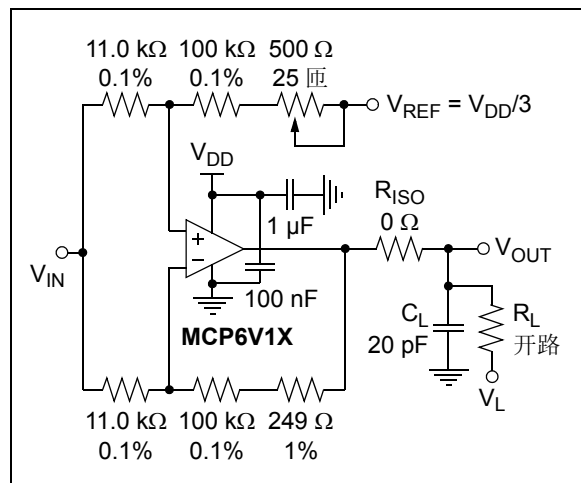

图 1-6: 动态输入行为的测试电路
- 注 1: 这些参数是根据图 1-6 中的电路得到的特性值。图 2-37 和图 2-38 给出了直流时的 IMD 谱线、1 kHz 时的残余谱线、其他 IMD 谱线和时钟谱线。
图 1-6 给出了动态输入行为（即，IMD、 t_{STR} 、 t_{STL} 和 t_{ODR} ）的测试电路。电位器用于平衡电阻网络（直流时， V_{OUT} 应等于 V_{REF} ）。运放的共模输入电压是 $V_{CM} = V_{IN}/2$ 。输入误差 (V_{ERR}) 会出现在 V_{OUT} ，且噪声增益是 10 V/V。